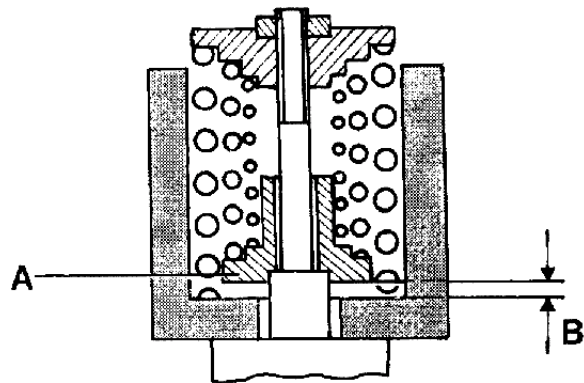

Figura 58
- Verificar el desplazamiento de la masa centrífuga desde la posición de cierre hasta alcanzar el asiento en el plato del resorte de calibrado ("B", figura 58).
Si el valor es diferente, sustituir el plato del resorte de calibrado ("A", figura 58).